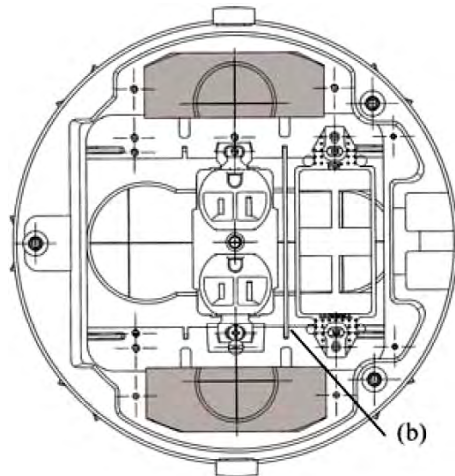

Fig. 4
Assemble brackets (ad) as required as shown in figures 4 and 5. Brackets are marked to assist assembly. Turn hexagonal head screws (ae) horizontally to support the disc (at). Insert discs (at) at top, center and bottom. Bend brackets (af) for center and bottom positions to fit inside the assembled tube segments.
2. Install assembly into cut hole, see Fig.4. Check that the assembly is installed plumb to the deck. Attach to deck with sheet metal screws (not supplied).
4. Pour les plaques de couverture et dispositifs périphériques (sections ombragées de la Fig. 4), un conduit métallique flexible (g) est disponible pour joindre tous les conducteurs d'énergie ou de données à une boîte de dérivation standard (d). Fixer la boîte (m) à la base de la boîte selon l'illustration à l'aide des (2) vis à tête cylindrique fournies (f). Fixer les adaptateurs de conduit (n) aux boîtes (d) et (m). Dans les applications où les plaques périphériques NE sont PAS toutes réservées à l'énergie ou aux données - raccorder la boîte de conduit (m) ou la boîte de dérivation standard (d) de façon distincte.
- b. Insérer le séparateur (b) entre les compartiments d'énergie et de données, consulter la Fig. 3. La section centrale peut être réservée aux données, à l'énergie ou répartie 1/3-2/3 selon l'illustration de la Fig. 4.